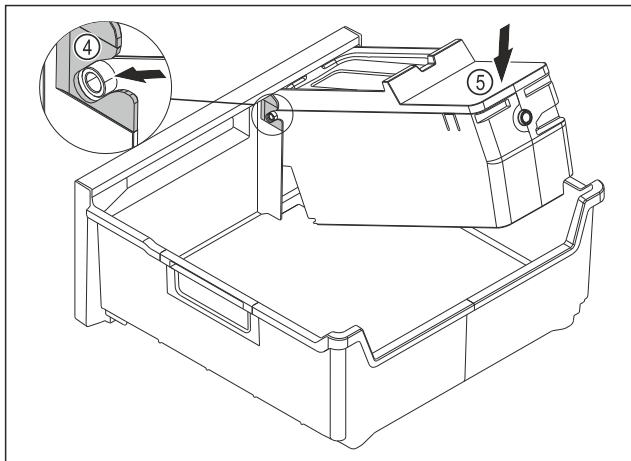

Fig. 86
- ▶ Монтаж на корпуса на EasyTwist-Ice: Вкарайте осите на корпуса на EasyTwist-Ice във водачите Fig. 86 (4).
- ▶ Натиснете надолу корпуса на EasyTwist-Ice Fig. 86 (5) отзад.